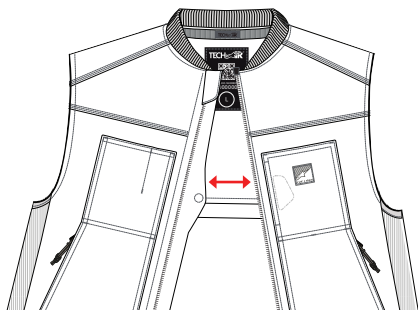

Figura 10
Per mantenere il Sistema spento, tenere aperta la Zip di Attivazione (1) come illustrato nella Figura 10. Mantenere sempre il Sistema in questa condizione durante l'immagazzinamento, il trasporto o la spedizione (vedere la Sezione 14 "Pulizia, conservazione e trasporto").
**AVVERTENZA!** Spegnere SEMPRE il Sistema aprendo la Zip di Attivazione (1) quando non si guida la moto, anche se si continua a indossare il sistema. Sebbene il sistema sia stato valutato per una serie di attività non motociclistiche, mantenere il sistema acceso e/o attivo aumenta la possibilità di un intervento indesiderato e scarica la batteria. Pertanto, come regola generale, quando non si guida, aprire sempre la Zip di Attivazione (1).